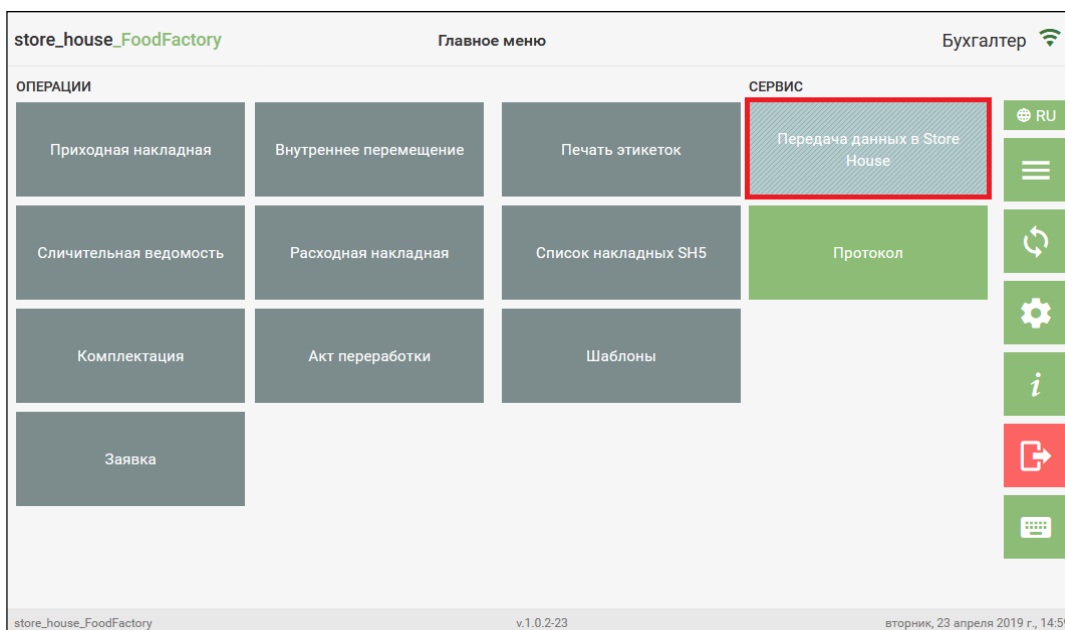

Рис. 263
**Внимание!** Если пользователю не будет дано право «Разрешить передачу данных в StoreHouse из FoodFactory», то кнопка передачи данных будет неактивна (см. Рис. 263).